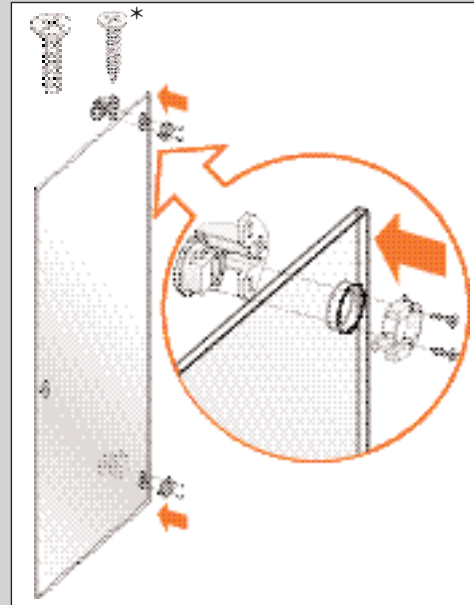

ABBILDUNG 24
5. Stecken Sie das Befestigungsteil der Scharniere durch das Loch in der Tür (siehe Abb. 24). Achten Sie bei Mattglas auf Vorder- und Rückseite. Die Vorderseite ist glatt.
6. Setzen Sie an der Vorderseite der Tür die Kunststoffkappe auf das Scharnier und setzen Sie die Schrauben ein (siehe Abb. 24).
*Verwenden Sie die abweichenden Schrauben* (Abb. 24) bei den Zwischentüren.*